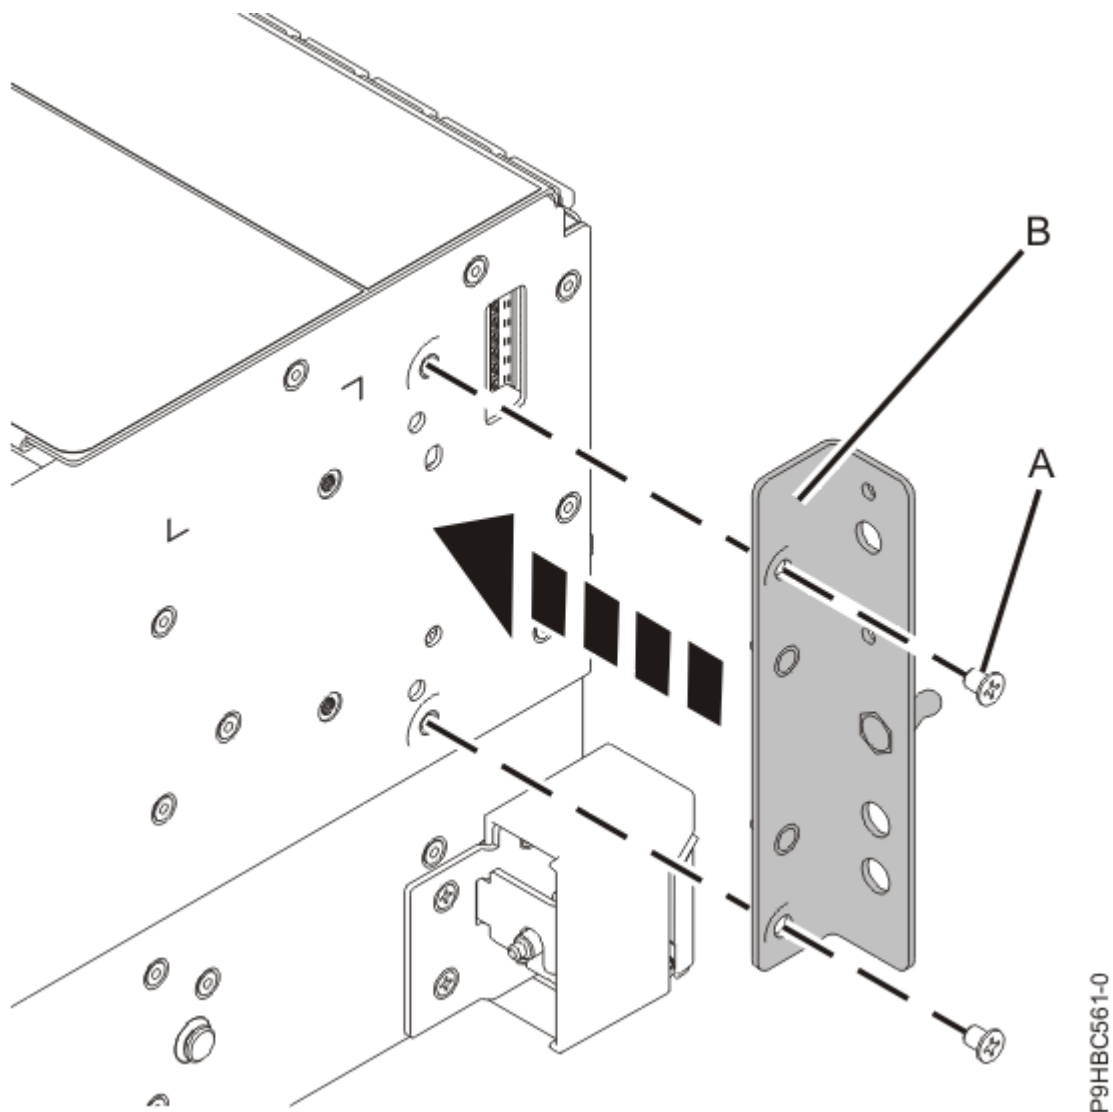

図 77. コントロール・パネル・ブラケットの再取り付け
5. ラック・マウント型システムの場合、2つのねじ **(A)** を使用して、ブラケット **(B)** をシステムの側面に取り付けます (81 ページの図 77 を参照)。